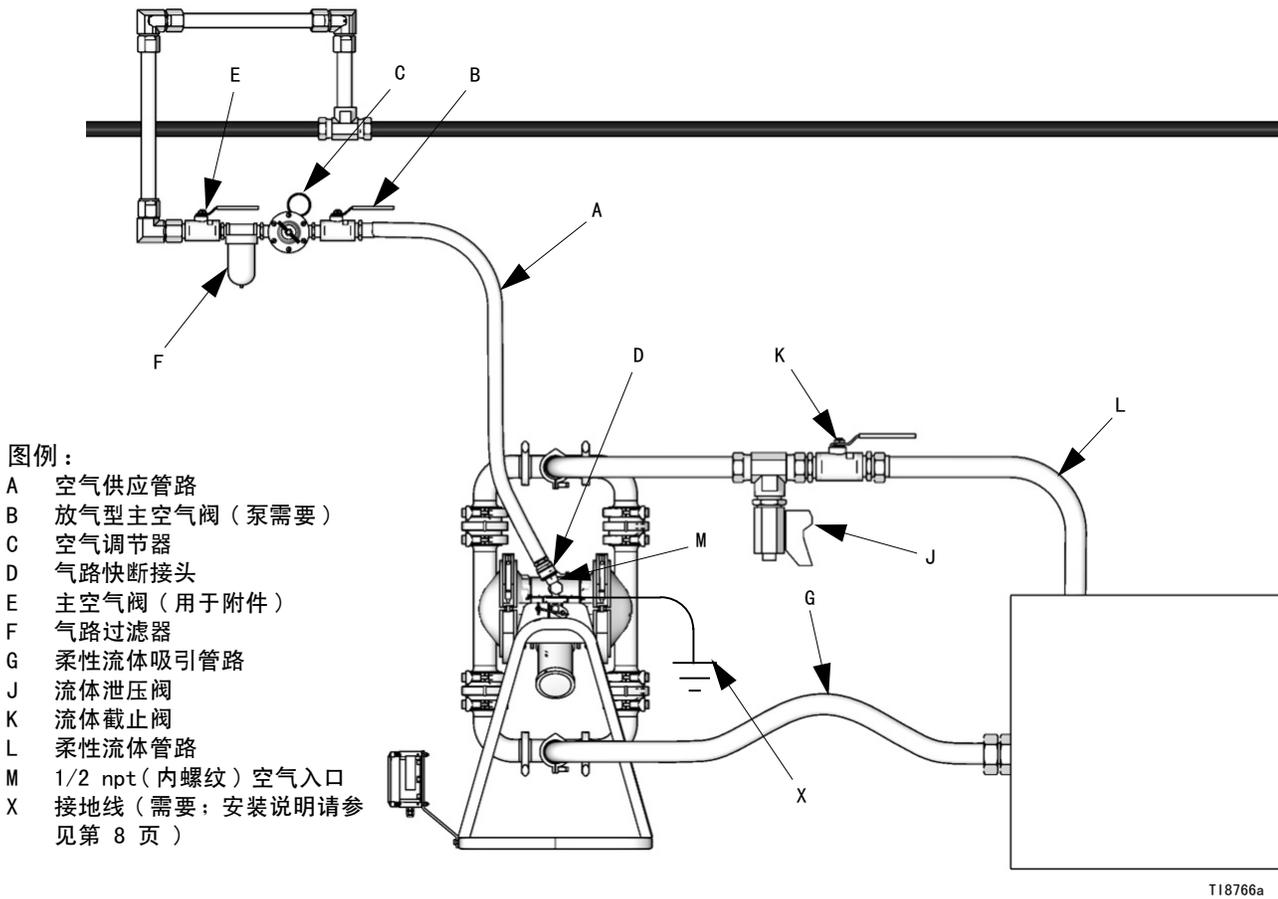

图 3：典型的地面安装
- 图3 中所示的典型安装仅作为系统部件的选择和安装指南。若需设计一套适合您特定需求的系统，请联系 Graco 公司的经销商以寻求帮助。
<p>系统应配备一个放气型主空气阀 (B)，以释放该阀与泵之间的残留空气。残留空气会导致泵意外运行，并因而引发严重的伤害，如飞溅到眼睛内或皮肤上、运动零件造成的伤害或有害流体造成的污染。参见图 3。</p>
1. 按图 3 所示安装空气管路的附件。将这些附件安装在墙上或支架上。应确保连接附件的空气管路已接地。
- a. 安装空气调节器 (C) 和压力表以控制流体压力。流体出口压力将与空气调节器的设定值相同。
- b. 将一个放气型主空气阀 (B) 安装在靠近泵的位置并用作释放残留空气。将另一个主空气阀 (E) 安装在所有气路附件的上游，并将其作为清洗和维修隔离之用。
- c. 气路过滤器 (F) 清除压缩气源中的有害脏污和湿气。
2. 在附件与 1/2 npt (内螺纹) 泵空气入口 (M) 之间安装一条接地的柔性空气软管 (A)。最小使用 3/8 英寸 (9.5 毫米) 内径的空气软管。在空气软管 (A) 端部拧上一个空气管路快断联轴器 (D)，将配合接头拧入泵空气入口并贴紧。
需要一个流体排放阀 (J) 以释放软管堵塞时的压力。排放阀能降低严重受伤的危险，其中包括泄压时飞溅到眼睛内或皮肤上，或者有害流体造成的污染。将该阀安装在靠近泵流体出口的位置。参见图 3。
1. 尽可能使用柔性、接地的流体软管 (L)。
3. 将流体泄水阀 (J) 装在流体出口附近。参见图 3。
4. 将截止阀 (K) 安装在流体出口管路中。